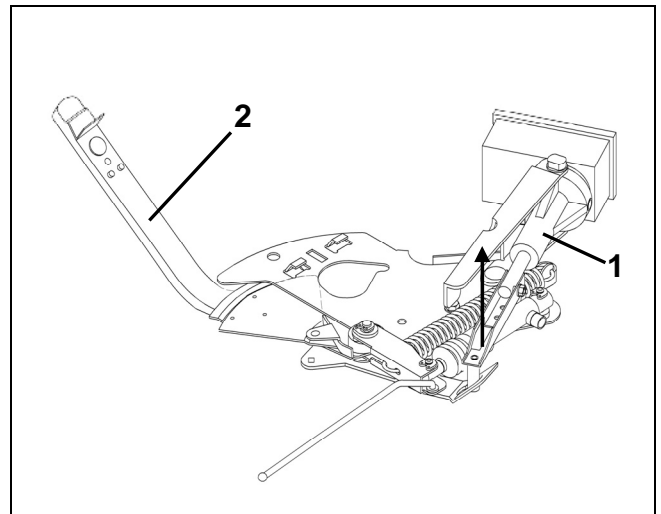

Fig. 88
- Løft stillmotoren (Fig. 88/1) og frigjør støtstangen (Fig. 88/2) fra innstikksfestet i doseringsspjeldet.